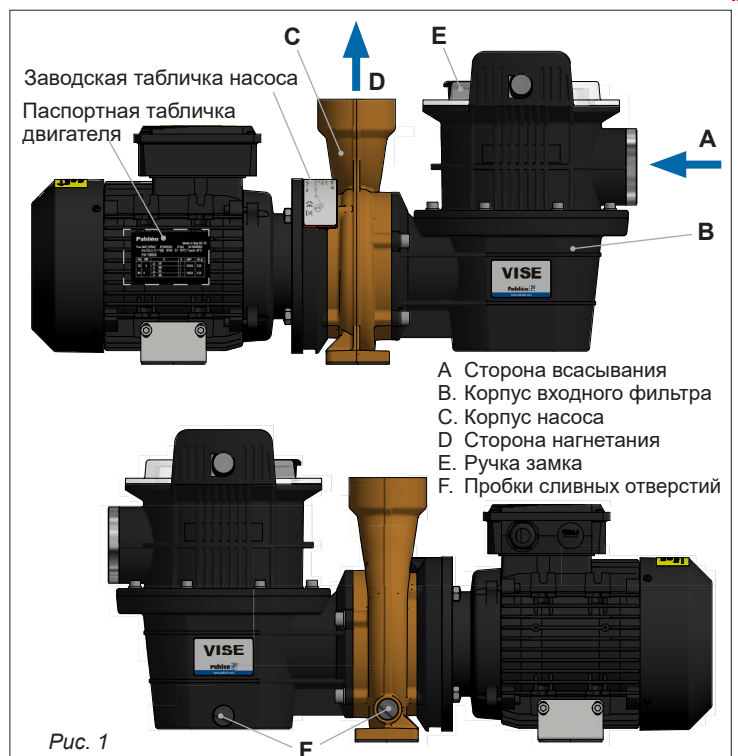

Рис. 1
Die gesamte Pumpe und ihre Ein- und Abflussleitungen müssen bei Frostgefahr entwässert werden. Die Pumpe wird vollständig entleert, indem die Entwässerungsstöpsel (E) herausgeschraubt werden, siehe Bild 1.